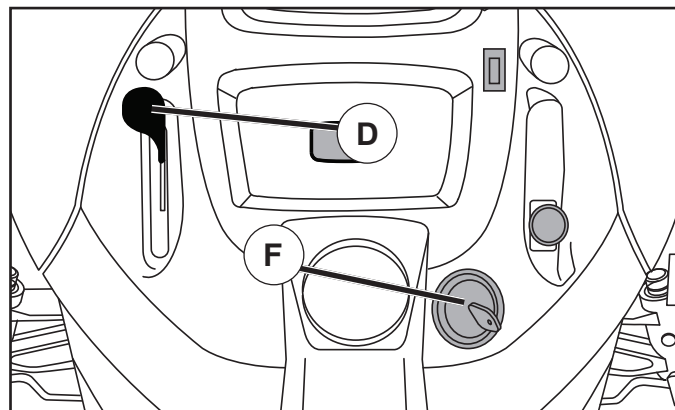

Fig. 10
- Mover la palanca de mando entre la posición (D) de velocidad media y máxima (rápida).
- Gire la llave de ignición (F) a la posición de apagado "STOP" y remueva la llave al abandonar el tractor para evitar el uso no autorizado.
### PARA USAR EL CONTROL DE LA ACELERACIÓN (D) (Vea Fig. 10)